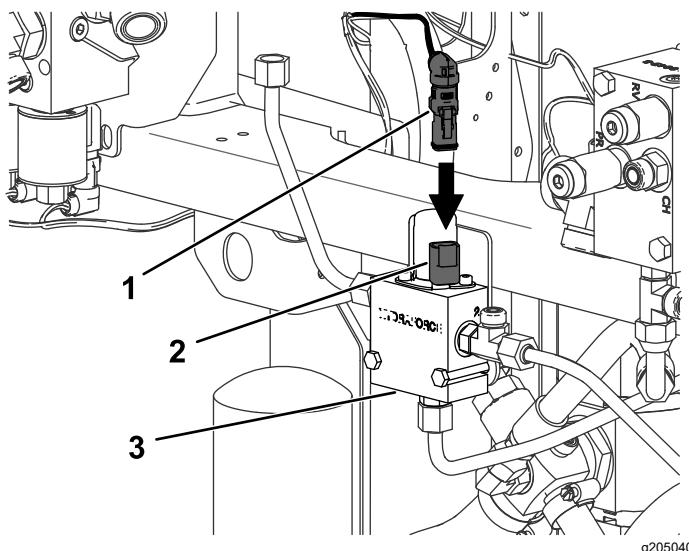

Figura 31
12. Ligue a ligação angular da nova cablagem à bobina no coletor de 3 vias (Figura 31).